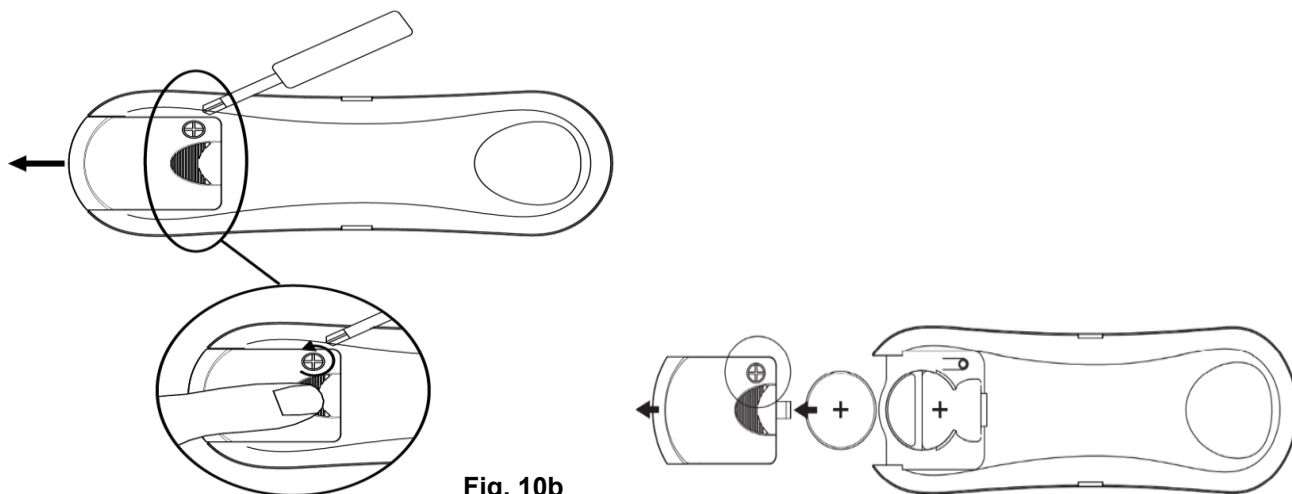

Fig. 10b
2. Faites coulisser le couvercle du compartiment de la pile, situé à l'arrière de la télécommande, pour le retirer et accéder à la pile (Fig. 10b)